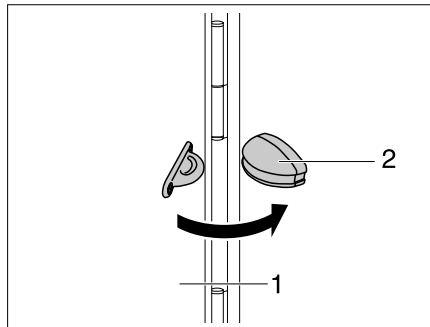

Bild 55 Feststeller Außenklappe
- Die Außenklappe (Bild 55,1) öffnen und gegen die Wand des Fahrzeugs klappen.
- Die Außenklappe in den Feststeller (Bild 55,2) drücken.
- Die Außenklappe (Bild 55,1) mit einem kräftigen Zug aus dem Feststeller (Bild 55,2) ziehen.